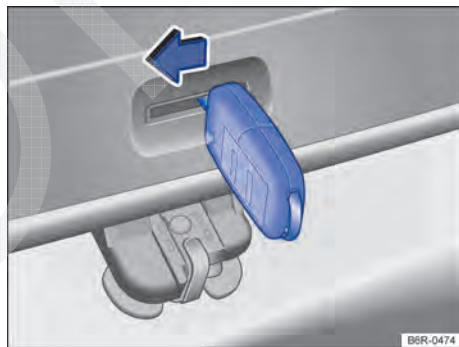

Fig. 161 Do lado de dentro do compartimento de bagagem: destravamento de emergência da tampa traseira.
- Inserir a haste da chave na abertura da tampa traseira → Fig. 161 e pressionar a alavanca de destravamento no sentido da seta, para destravar a tampa traseira. <